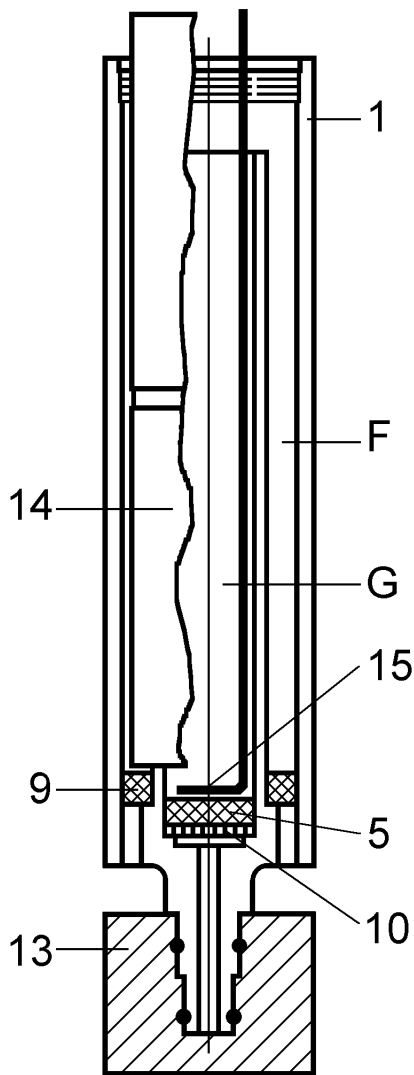

Abb. 3
5. Füllvorgang (Abb.3, 4, 5)
Schritt 1 (Abb. 3) Deckel vom leeren Patronengehäuse -1 abschrauben und dieses in Aufnahme -13 stecken. In Ringraum -F Filzring -9 (ohne Plastikschiene) mittels Meßrohr -14 bis zum Anschlag einschieben. In Zentralrohr -G zuerst Lochscheibe -10 dann Filzscheibe -5 mittels Ausschieber -15 einbringen.